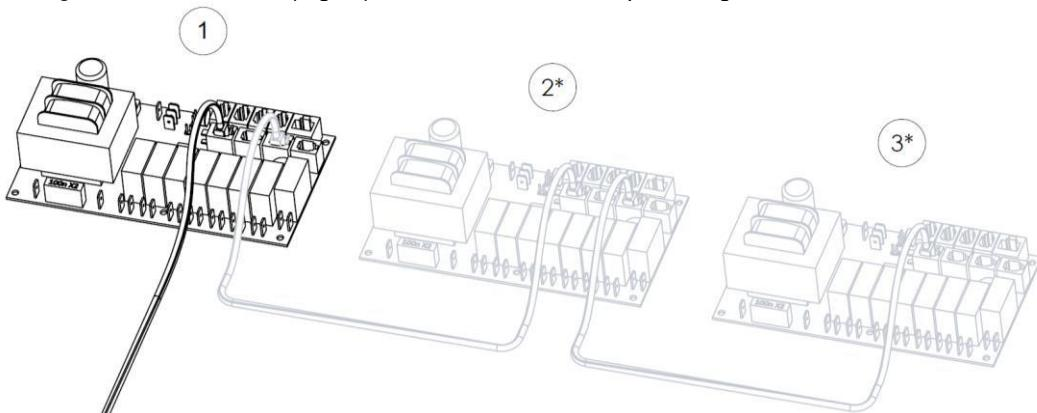

Fig. 18
För anslutning mellan generatorerna används en lågströmskabel (4-ledare) med en RJ10 kontakt, (Fig. 18.)
Se avsnitt "Beskrivning av modularkontakt" (Fig.18) för mer information om pin-konfiguration.
Om en ånggenerator behöver service kan de andra upprätthålla drift. En generator som är inställd som secondary kopplas bort genom att ta ur sladden mellan kretskorten. (Fig. 18)
2. Lossa kabeln som leder mellan styrkorten (Fig. 18)